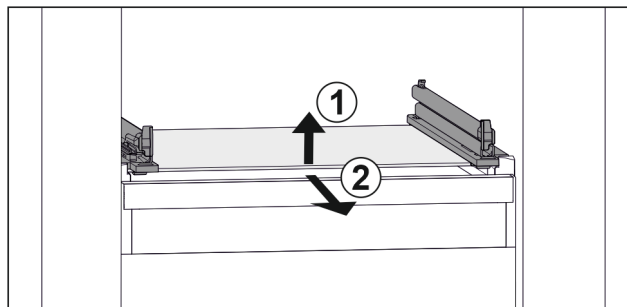

Fig. 153 Simbolična slika steklene plošče
- ▶ Steklenu ploščo dvignite v smeri naprej Fig. 153 (1)
- ▶ Steklenu ploščo odstranite v smeri naprej Fig. 153 (2)